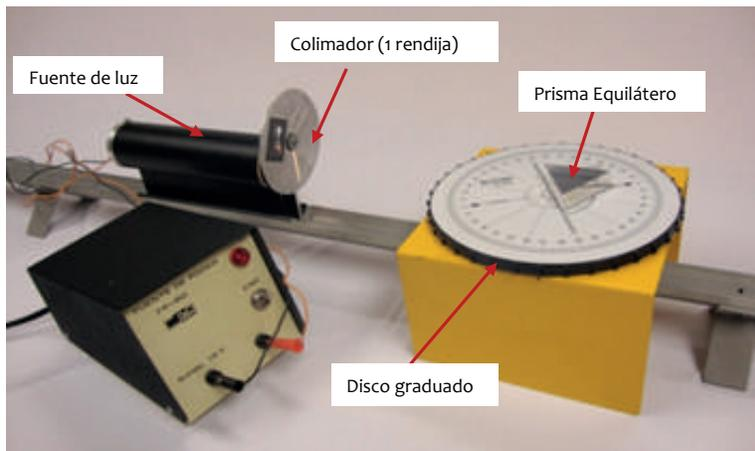

Figura 5.13. Descomposición de la luz blanca en un prisma
- p) Coloque la fuente de luz blanca, enseguida el colimador (con una rendija), coloque el prisma en el centro del disco graduado alineado sobre el eje de 90° . Encienda la fuente de luz, apague la luz del aula (figura 5.13).